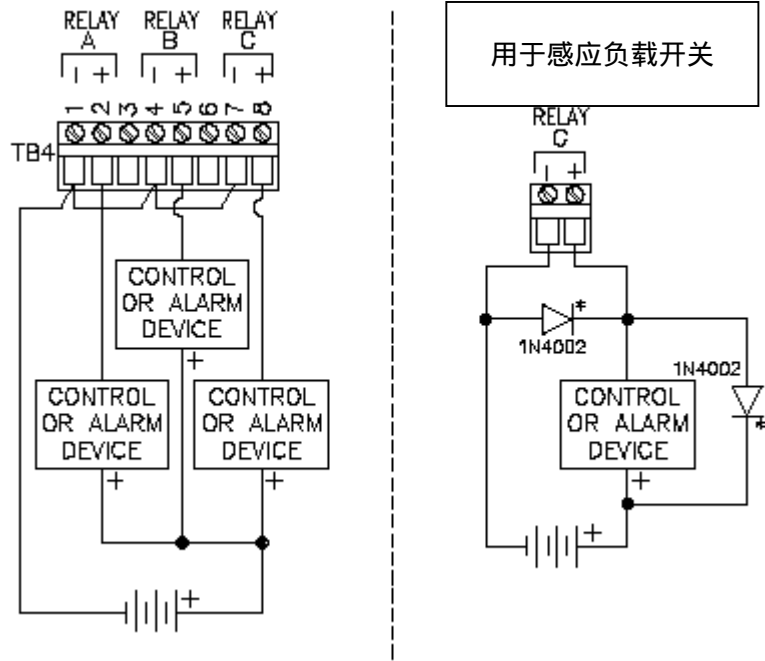

图 2-6 连接控制/报警装置到固态直流继电器
当随附的是这种类型的继电器时，在 TB4 的接线端 1~8 共提供三路 SPST (单刀单掷) 固态直流 (DC) 中继输出 (中继 A、B 和 C) ——除了接线端 3 和 6 没有用到。继电器输出是不接电的。用于测定仪供电的电线也可以用于为与这些继电器相连接的控制或者报警装置。参见图 2-6，这是一个通用的接线排列图。每次都要检查控制线以确保直流 (DC) 电源不会被继电器的开关动作而造成短接，并且接线符合当地的法规要求。